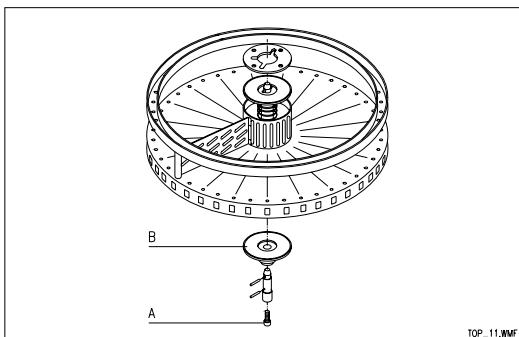

FIG. 11
- c) Contrôler que la distance entre le premier cône dans la zone B et la bride en haut soit de 1207 mm; si nécessaire, régler l'hauteur par la vis A FIG. 11.